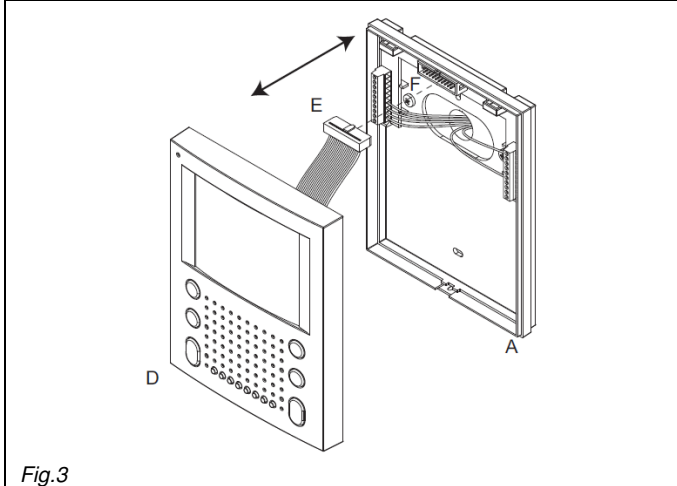
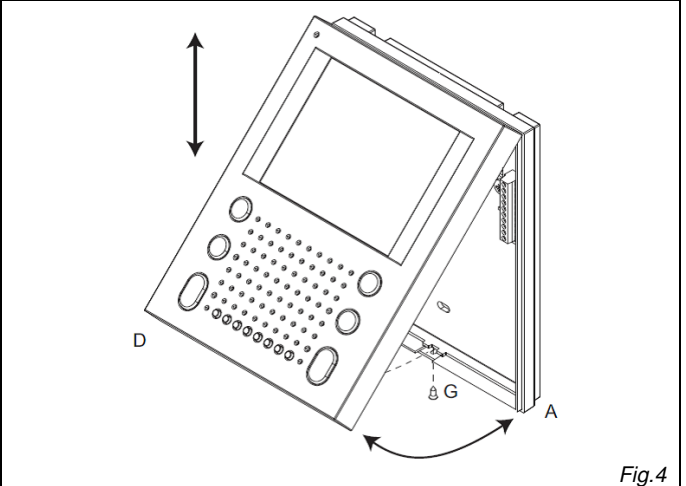

Fig.3
Fig.4
- Om Art.SL5478 te installeren moet deze eerst geopend worden (Fig.4). Verwijder schroef "G" en licht de cover "D" op (of naar voor als toestel plat ligt). Maak dan plug "E" los van plug "F" op het aansluitbord "A" (Fig.3).
- (Fig.3) Sluit plug "E" aan op plug "F".